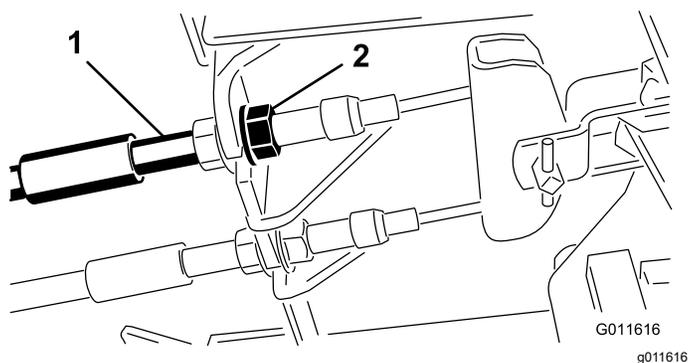

Рисунок 98
1. Чтобы уменьшить свободный ход тормозных педалей, затяните тормоза, ослабив переднюю гайку на резьбовом конце троса тормоза (Рисунок 98).